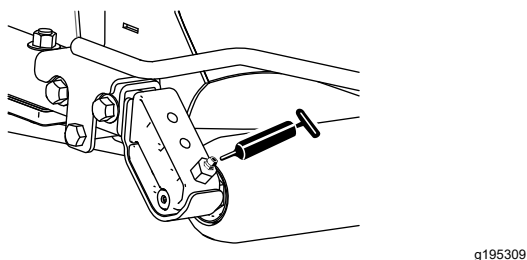

Figure 45
- 2 (par unité de coupe) roulements de rouleau arrière (Figure 45)